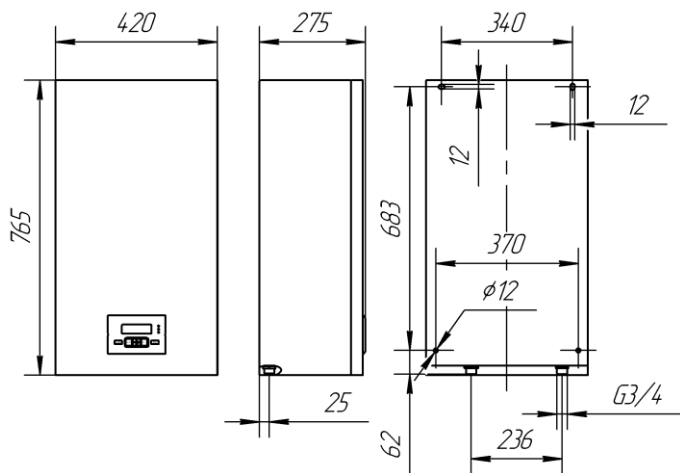

Рисунок 10
6.1.11 Прибор должен навешиваться на стены, достаточно прочные перегородки и т. п. Прибор крепится через отверстия в задней панели с использованием четырех шурупов 8х50, дюбелей 10х60 и плоских шайб. Разметка отверстий под крепление прибора приведена на рис. 10 вид сзади.